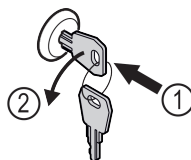

Fig. 182
- ▶ Sæt nøglen i. Fig. 182 (1)
- ▶ Drej nøglen 90° mod uret. Fig. 182 (2)